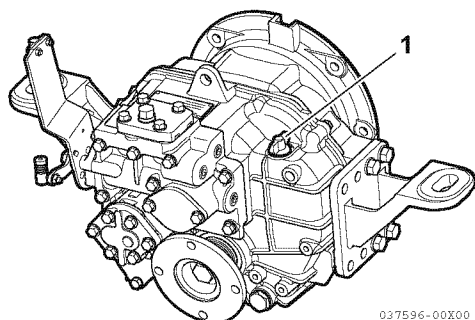

Figura 1
1. Quite la varilla indicadora (1, **Figura 1**) y limpie con un paño que no esté sucio.